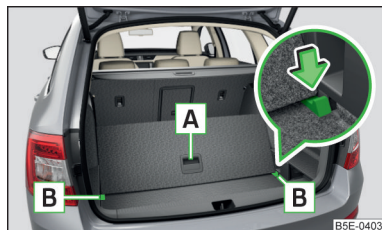

Fig. 120
► Pentru **divizare**, ridicați podeaua variabilă de mânerul **A** și introduceți marginea din spate a podelei variabile a portbagajului în canalele **B** în sensul săgeții » fig. 120.